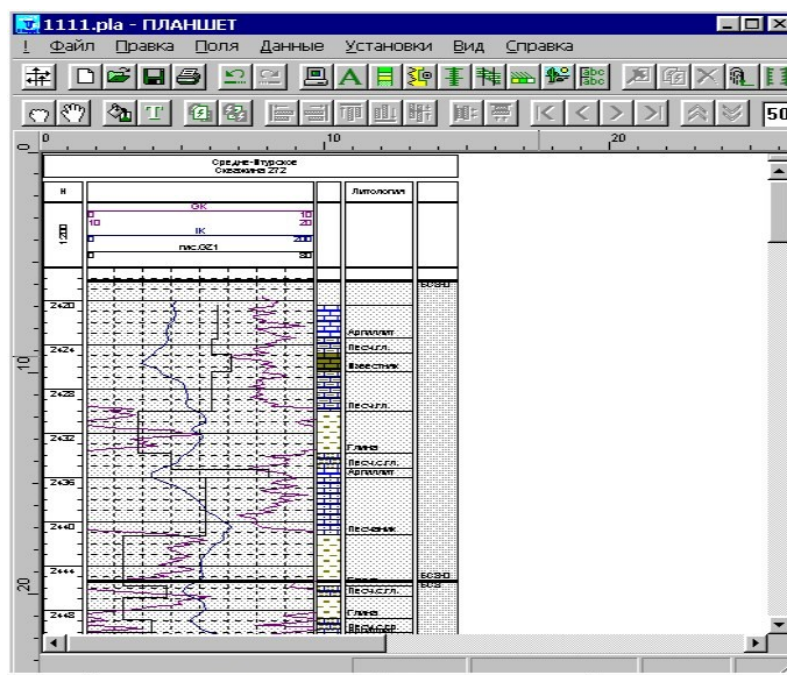

Рисунок 7.3 Пример шаблона для профиля.
1. Постройте планшет по одной скважине (шаблон для профиля), (рисунок 7.3).